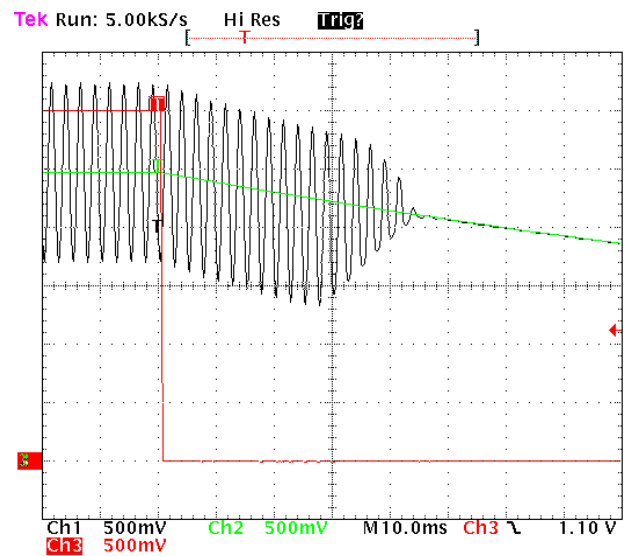

Figure 41. Turning Off Time Zoom/ $V_p = 5.0$ V and $F = 400$ Hz
– Figure 41に示すように、50ms後、内部的にゲインがゼロになるためオーディオ信号が供給されなくなります。